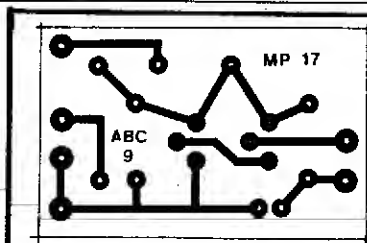

Fig. 3
- **FIG. 3** - Lay out do Circuito Impresso específico, em tamanho natural. É só copiar, diretamente, e confeccionar a placa, usando os materiais e métodos já detalhados em "Lições" específicas contidas em "Aulas" anteriores do ABC. Na verdade, a plaquinha é tão "maneira", que mesmo quem ainda não se "arriscou" a realizar o seu primeiro Circuito Impresso, terá uma ótima oportunidade de "perder a virgindade", sem medos ou problemas. Não se esqueçam de todas as recomendações inerentes à técnica de montagens em Circuito Impresso (limpeza, verificação de falhas, cuidados com a placa antes, durante e depois das montagens, etc.). Em dúvida, consultem as importantes "Lições" já dadas, a respeito...